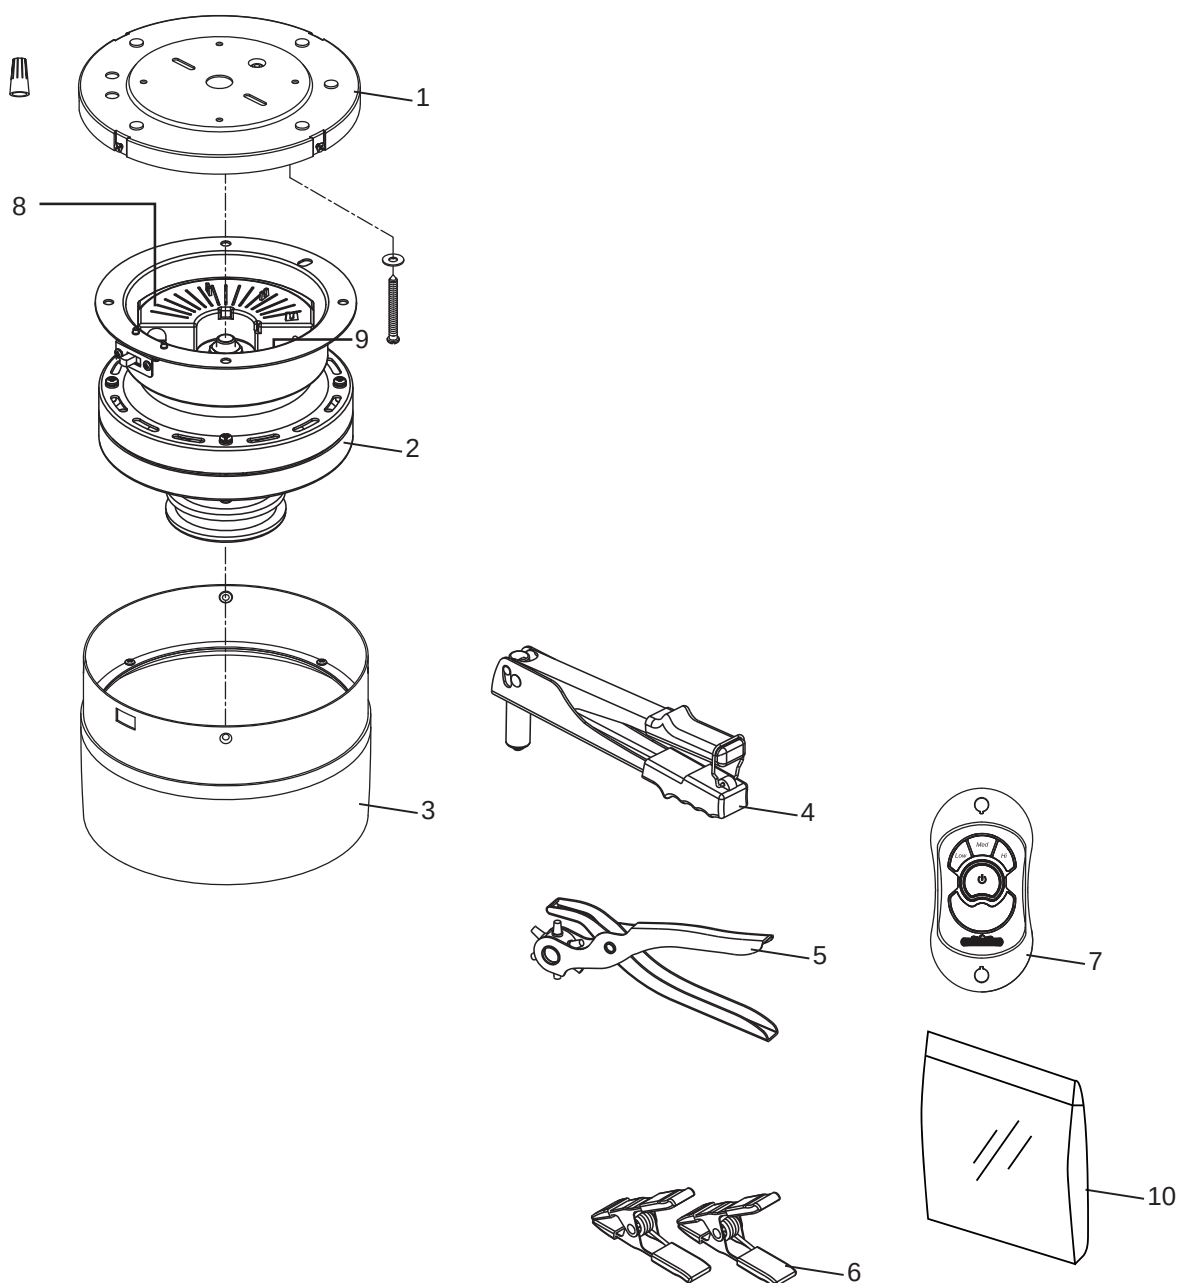

Figura 1
1. Retire los dos tornillos colocados en la plaza del interruptor de la pared. (Figura 1)
1. Taladre dos orificios de 1/4" en la pared y utilice los tacos de plástico M6 para colocarlos en dichos orificios. Instale el soporte de control con los tornillos autorroscantes #3- 1". Empuje los cuatro tapones de plástico para cubrir los orificios de los tornillos. (Incluidos con el mando). (Figura 1)